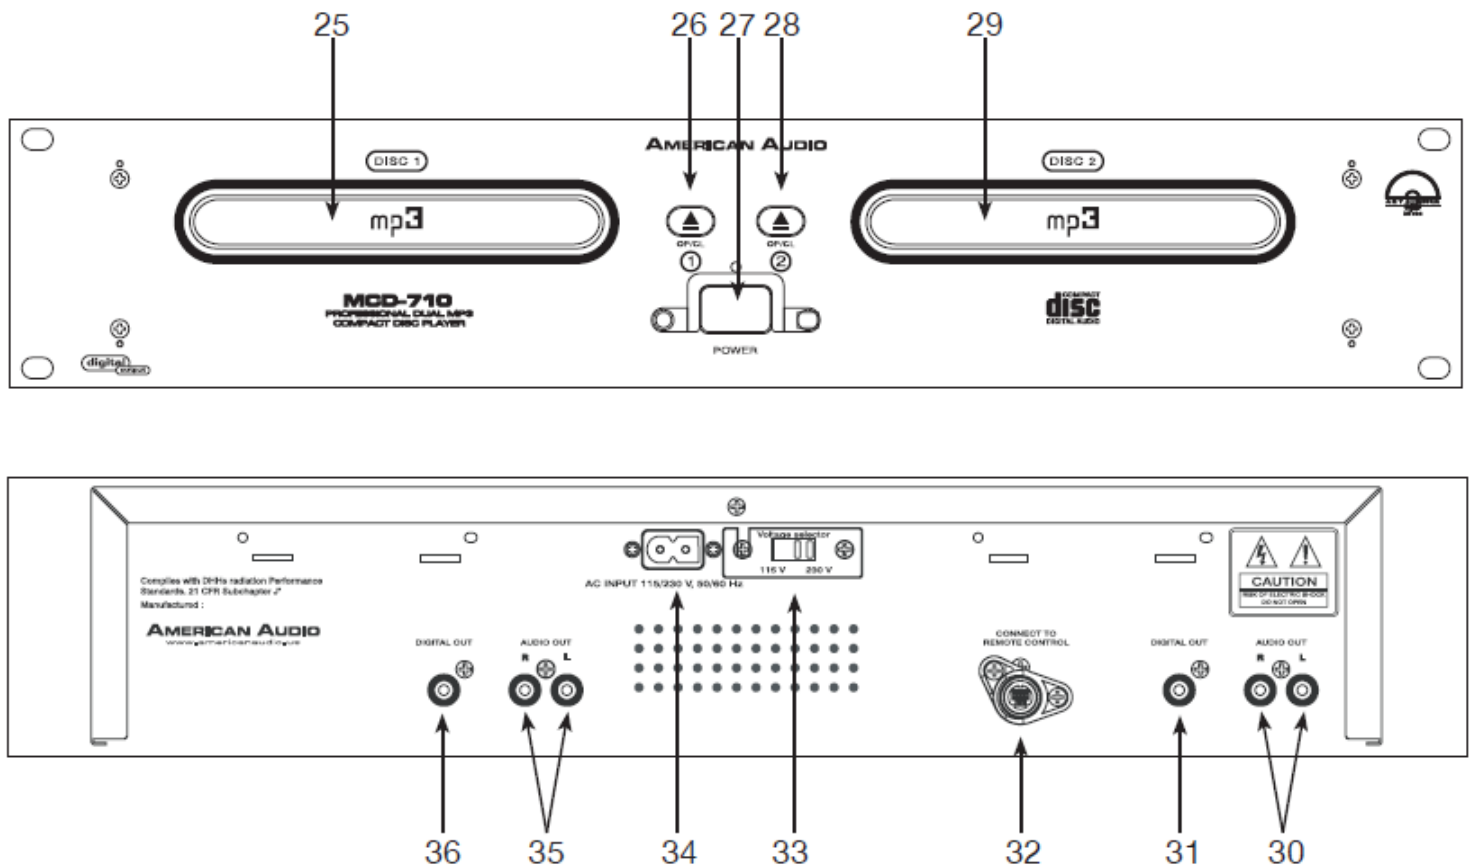

Figura 4
B. UNITÀ DI TRASPORTO (FIGURA 4)
25. VASSOIO TRASPORTO UNITÀ 1 - Questo vassoio è utilizzato per caricare e scaricare un compact disc nel meccanismo dell'unità 1. Il vassoio viene aperto e richiuso premendo il pulsante APRI/CHIUDI UNITÀ 1 (26). Non tentare mai di sforzare un vassoio di trasporto aperto o chiuso quando non vi è alimentazione.